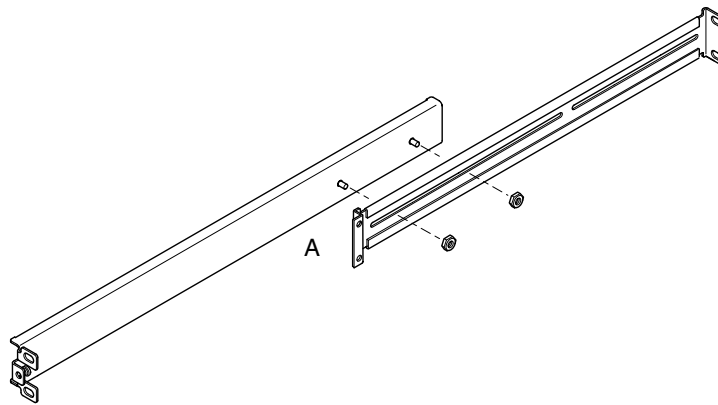

図 2-3 標準の 19 インチラックのスライド式取り付け具の位置
- 標準の 19 インチラックでは、二段に曲がった部分 (A) がラックの正面側になります (図 2-3 を参照)。